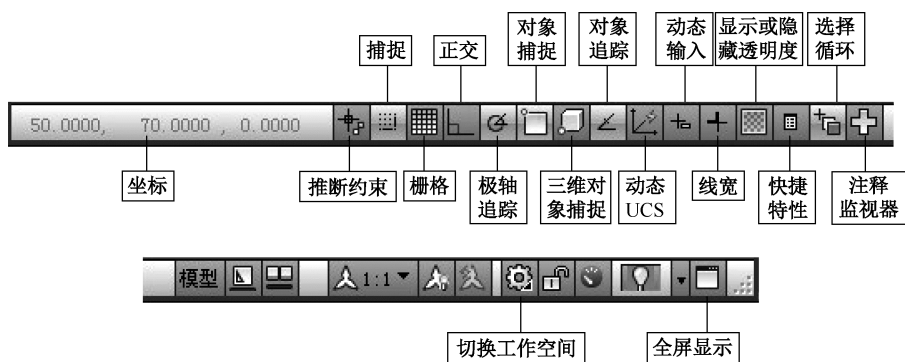

图 1-20 状态栏
当前光标在绘图区位置的坐标值，从左往右依次排列着“推断约束”“捕捉”“栅格”“正交”“极轴追踪”“对象捕捉”“三维对象捕捉”“对象追踪”“动态 UCS”“动态输入”“线宽”等 15 个开关按钮，如图 1-20 所示，可以单击对应的按钮使其打开或关闭。有关这些按钮的功能将在后续的介绍模块中介绍。
(1) 在“快速访问”工具栏上，单击“工作空间”右侧的下三角按钮，展开其下拉列表，然后选择一个工作空间。本任务操作实例中便采用了此法。
(2) 在如图 1-20 所示的应用程序状态栏上，单击“切换工作空间”按钮，然后选择一个工